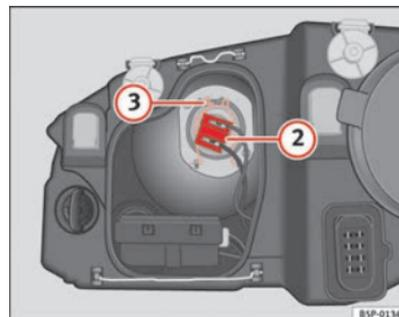

Fig. 189 Médios
- Retirar o conector ⇒ página 285, fig. 189 ② da lâmpada.
- Desengate a mola de fixação ⇒ página 285, fig. 189 ③ pressionado-a para dentro e para a direita.